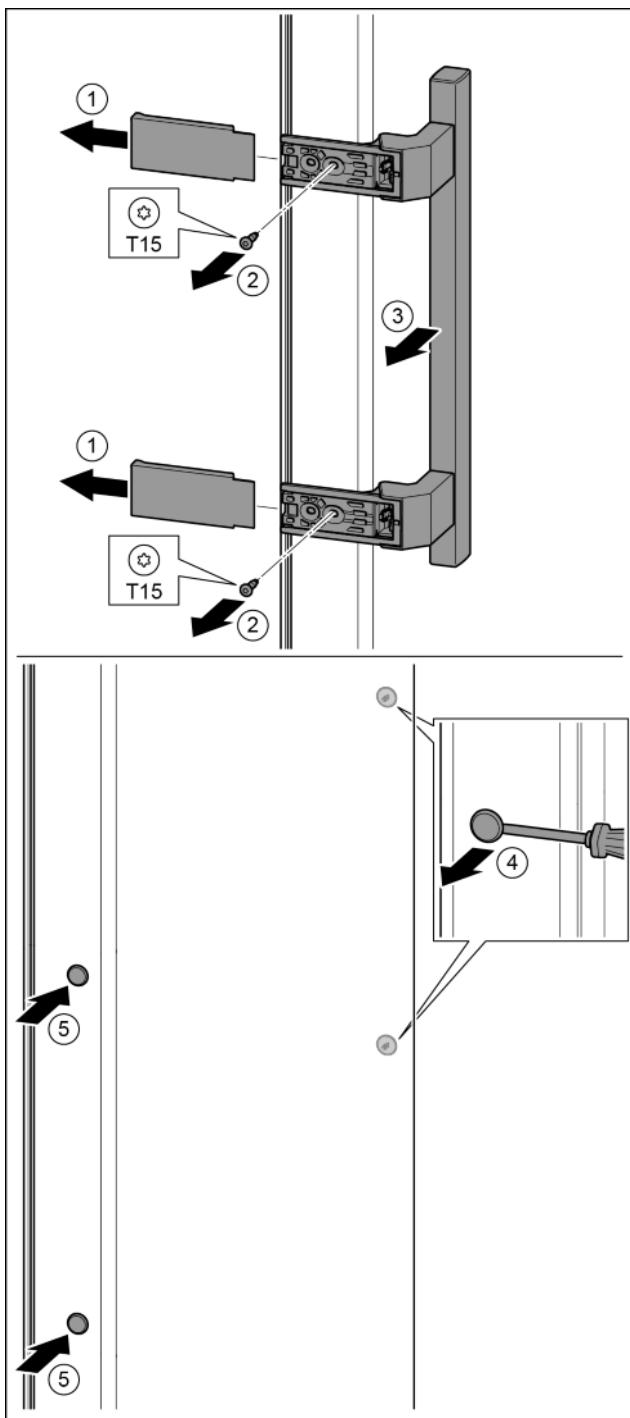

Fig. 15
- Свалете капака. Fig. 15 (1)
- С отвертка T15 отвийте винтовете. Fig. 15 (2)
- Свалете дръжката. Fig. 15 (3)
- С плоска отвертка внимателно повдигнете страничната тапа и я извадете. Fig. 15 (4)
- Отново поставете тапата от другата страна. Fig. 15 (5)